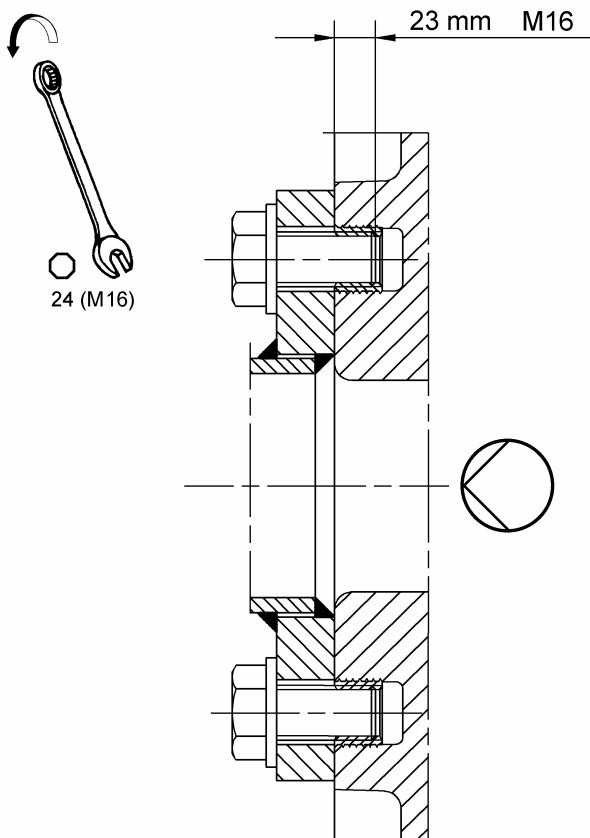

Рис. 6
- Для насосов ТР: При монтаже соединений к фланцу с напорной стороны необходимо обращать внимание на глубину отверстия под болт M 16 (Рис. 6). Глубина отверстия - 23 мм. Максимальный момент затяжки 15Нм (TP50) и 25Нм (TP65). Применять прилагаемые уплотнительные кольца.